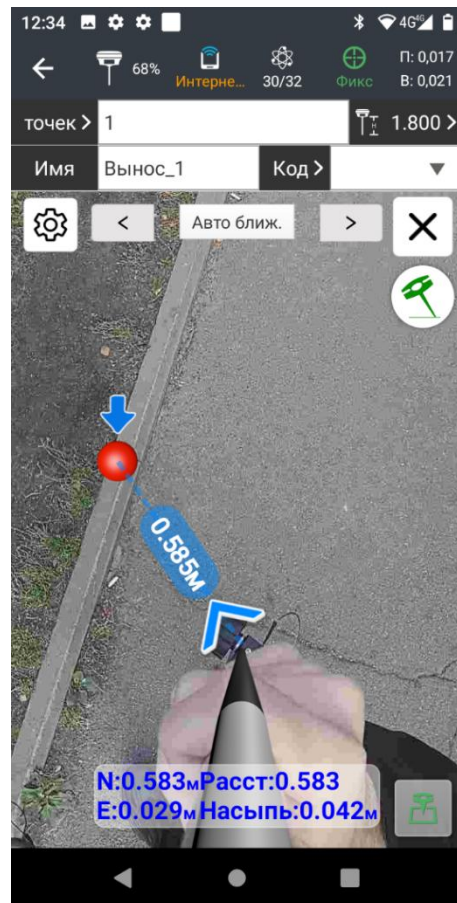

Рис. 2.66
4. По мере приближения к проектной точке активируется **нижняя камера приёмника**, на которой будет видно точку выноса и виртуальное наложение модели острия вехи (Рис. 2.66).